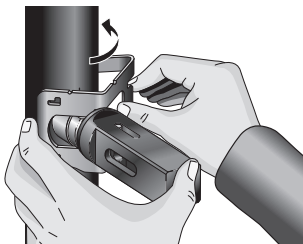
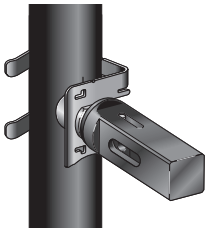

Figure 11 – Retour du guide de positionnement pour brider le raccord
Figure 12 – Guide de positionnement arrimant le raccord au tuyau
7. Tournez le guide de positionnement de manière à brider le raccord contre le tuyau (Figure 11). Assurez-vous que ni le guide, le raccord ou la tête d'évasement risquent de tomber du tuyau (Figure 12).